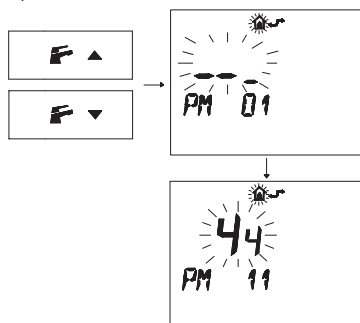

Figura 5.43
- Premere i pulsanti o per visualizzare la programmazione "PM11" della postcircolazione pompa (Figura 5.43).